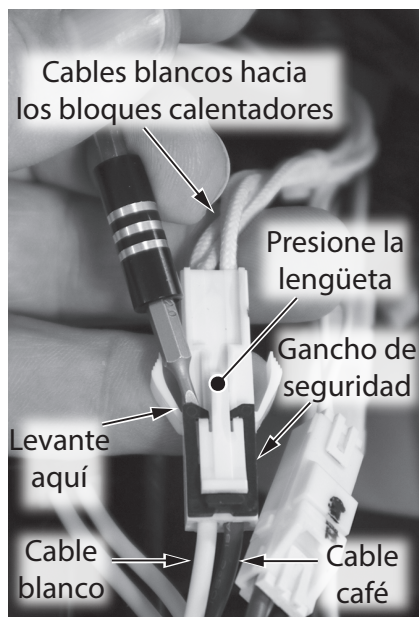

Figura 19 - Retiro del gancho de seguridad del cableado
- 5 Para desconectar, retire suavemente el gancho de seguridad con un minipico o con la uña. Empuje la lengüeta como se muestra en la Figura 19. Separe los mazos de cables. Deje el gancho de seguridad a un lado en un lugar seguro para volver a instalarlo.